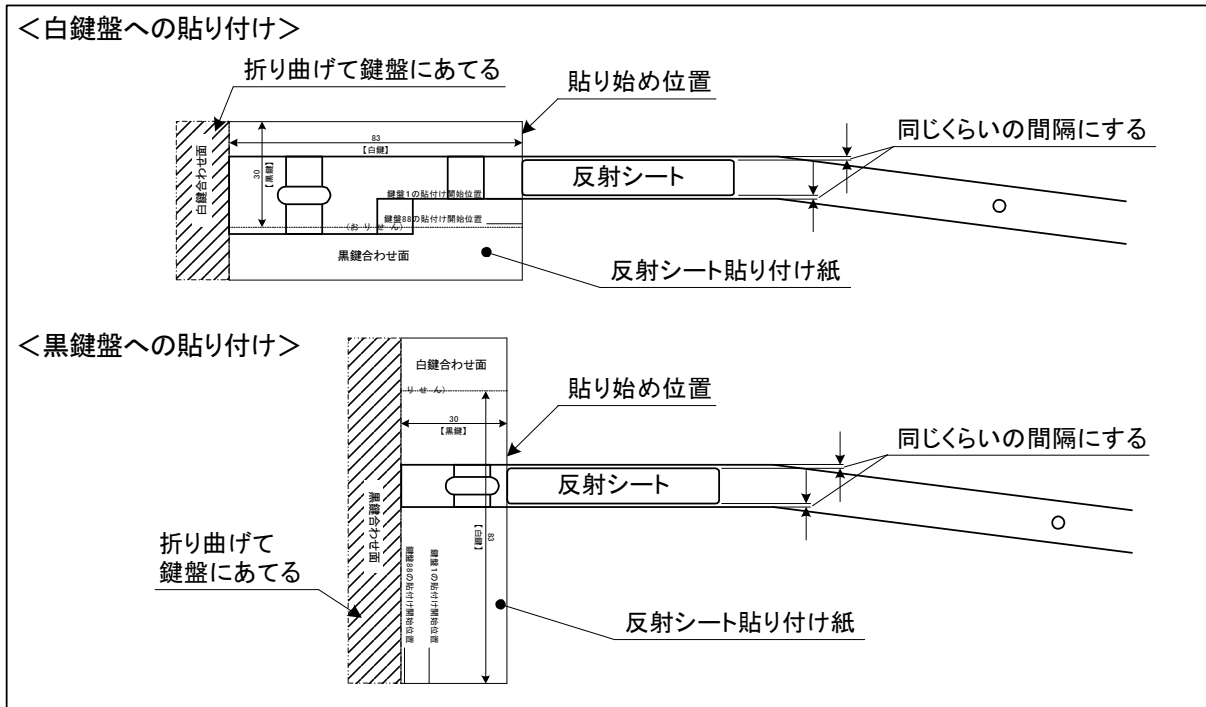
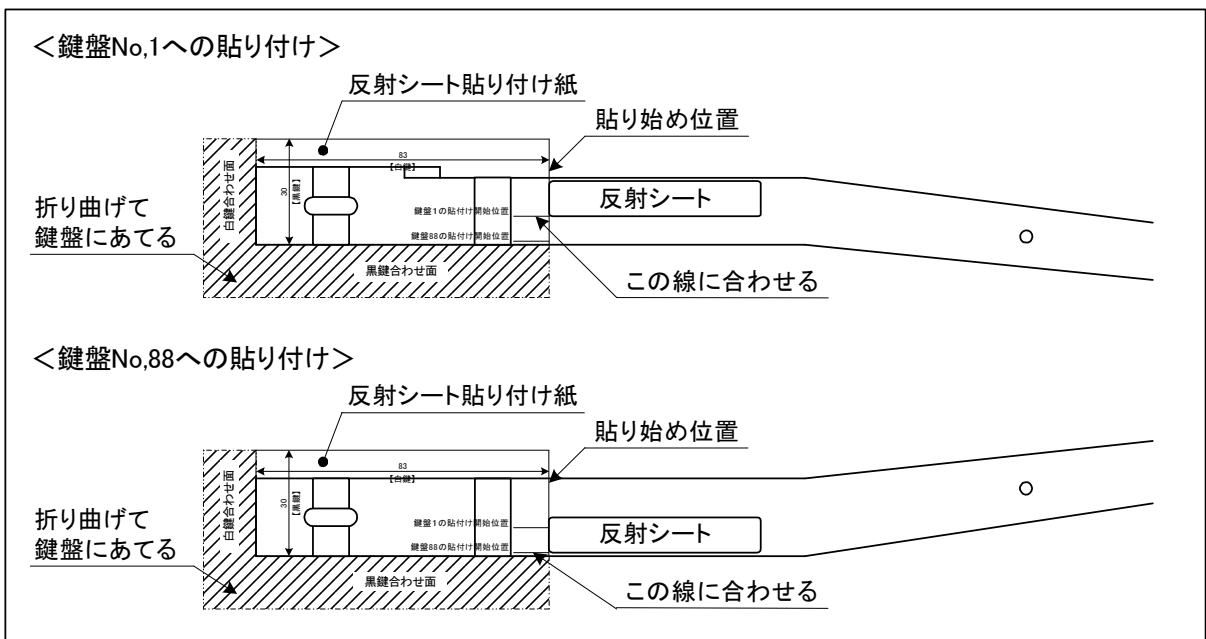

図3.4-6 反射シートの貼り付け
図3.4-7 白鍵No.1とNo.88への貼り付け
(7) 白鍵盤と黒鍵盤から1本ずつを選び、反射シート貼り付け紙を用いて、反射シートを貼り付ける。反射シート貼り付け紙の白鍵盤は【白鍵合わせ面】、黒鍵盤は【黒鍵合わせ面】をそれぞれに折り曲げ、鍵盤の先端部に当てて、各鍵盤用の間隔を取り貼り付ける。(図3.4-6を参照)尚、鍵盤No.1とNo.88は反射シートを貼る場所の幅が広がっているので、図3.4-7の様に、反射シート貼り付け紙の【白鍵合わせ面】と【黒鍵合わせ面】の両面を折り曲げ、鍵盤の先端部と側面部の両面に当てて、鍵盤先端からと側面の両方向から間隔を取って貼り付ける。
(8) 反射シートを貼り付けた鍵盤をピアノに取り付け、キーボードユニットのセンサーと反射シートの位置関係を確認する。反射シートの下にセンサーがある場合は、図3.4-6と図3.4-7の要領で全ての鍵盤に反射シートを貼り付ける。もし、センサーが外れている場合は、センサーに合わせて反射シートの位置を変えて貼り直し、残り全ての鍵盤も同じ位置に貼り付ける。